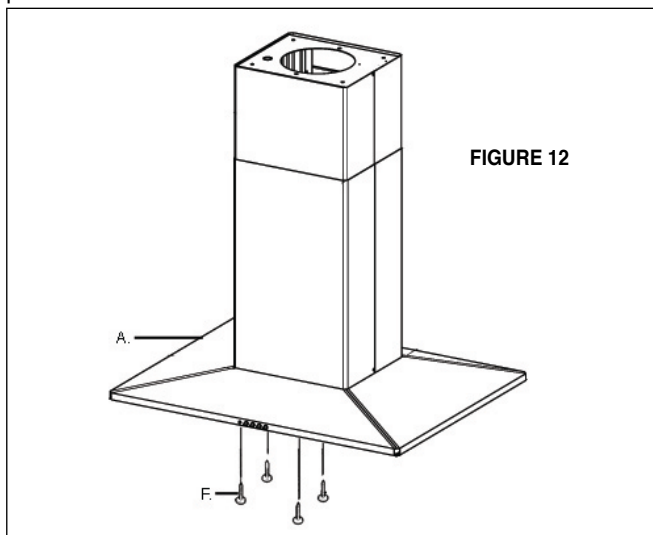

FIGURE 12
4. Ensuite, fixer par le bas, au moyen de quatre vis fournies (F de la FIGURE 12) la HOTTE (A de la FIGURE 12) au treillis prévu.